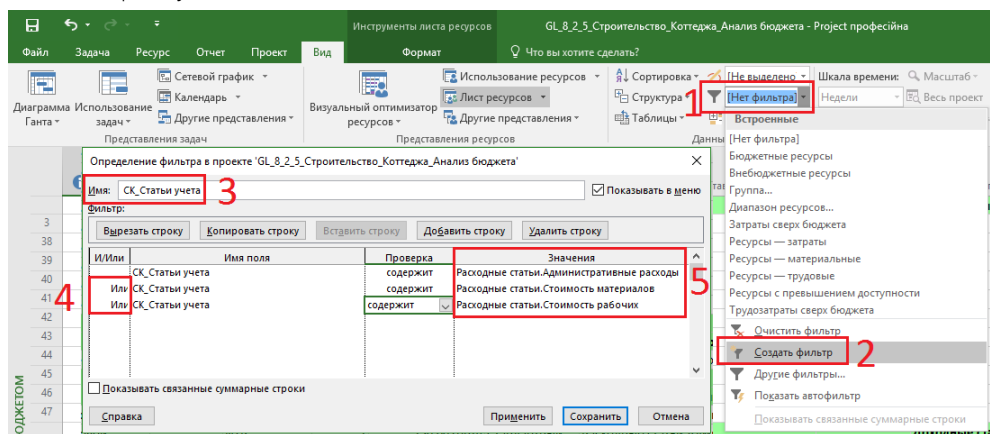

Рисунок 8.55 – Создание нового представления с группировкой. Шаг 2
5. На закладке «Вид», в области «Данные» создаем новый фильтр по полю «СК_Статьи учета» с проверкой на три статьи «Стоимость материалов», «Стоимость рабочих» и «Административные расходы» (см. рисунок 8.55).